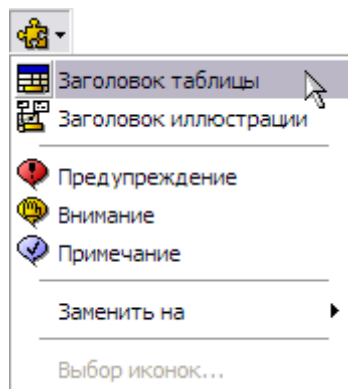

Рис. 3.90
3. На панели инструментов **Объекты** из выпадающего списка инструмента **Стандартные элементы** выберите элемент **Заголовок таблицы** (Рис. 3.90).